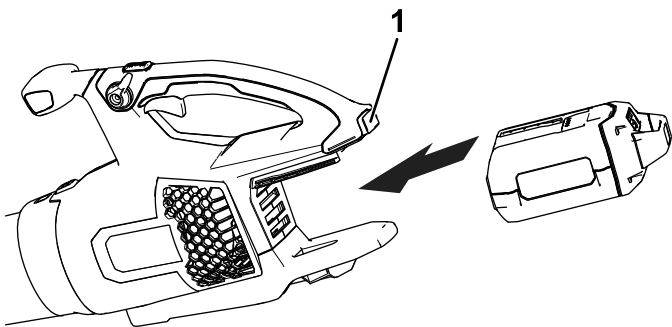

Bild 2
2. Fluchten Sie das Loch im Akkupack mit der Zunge im Griffgehäuse aus (Bild 2).